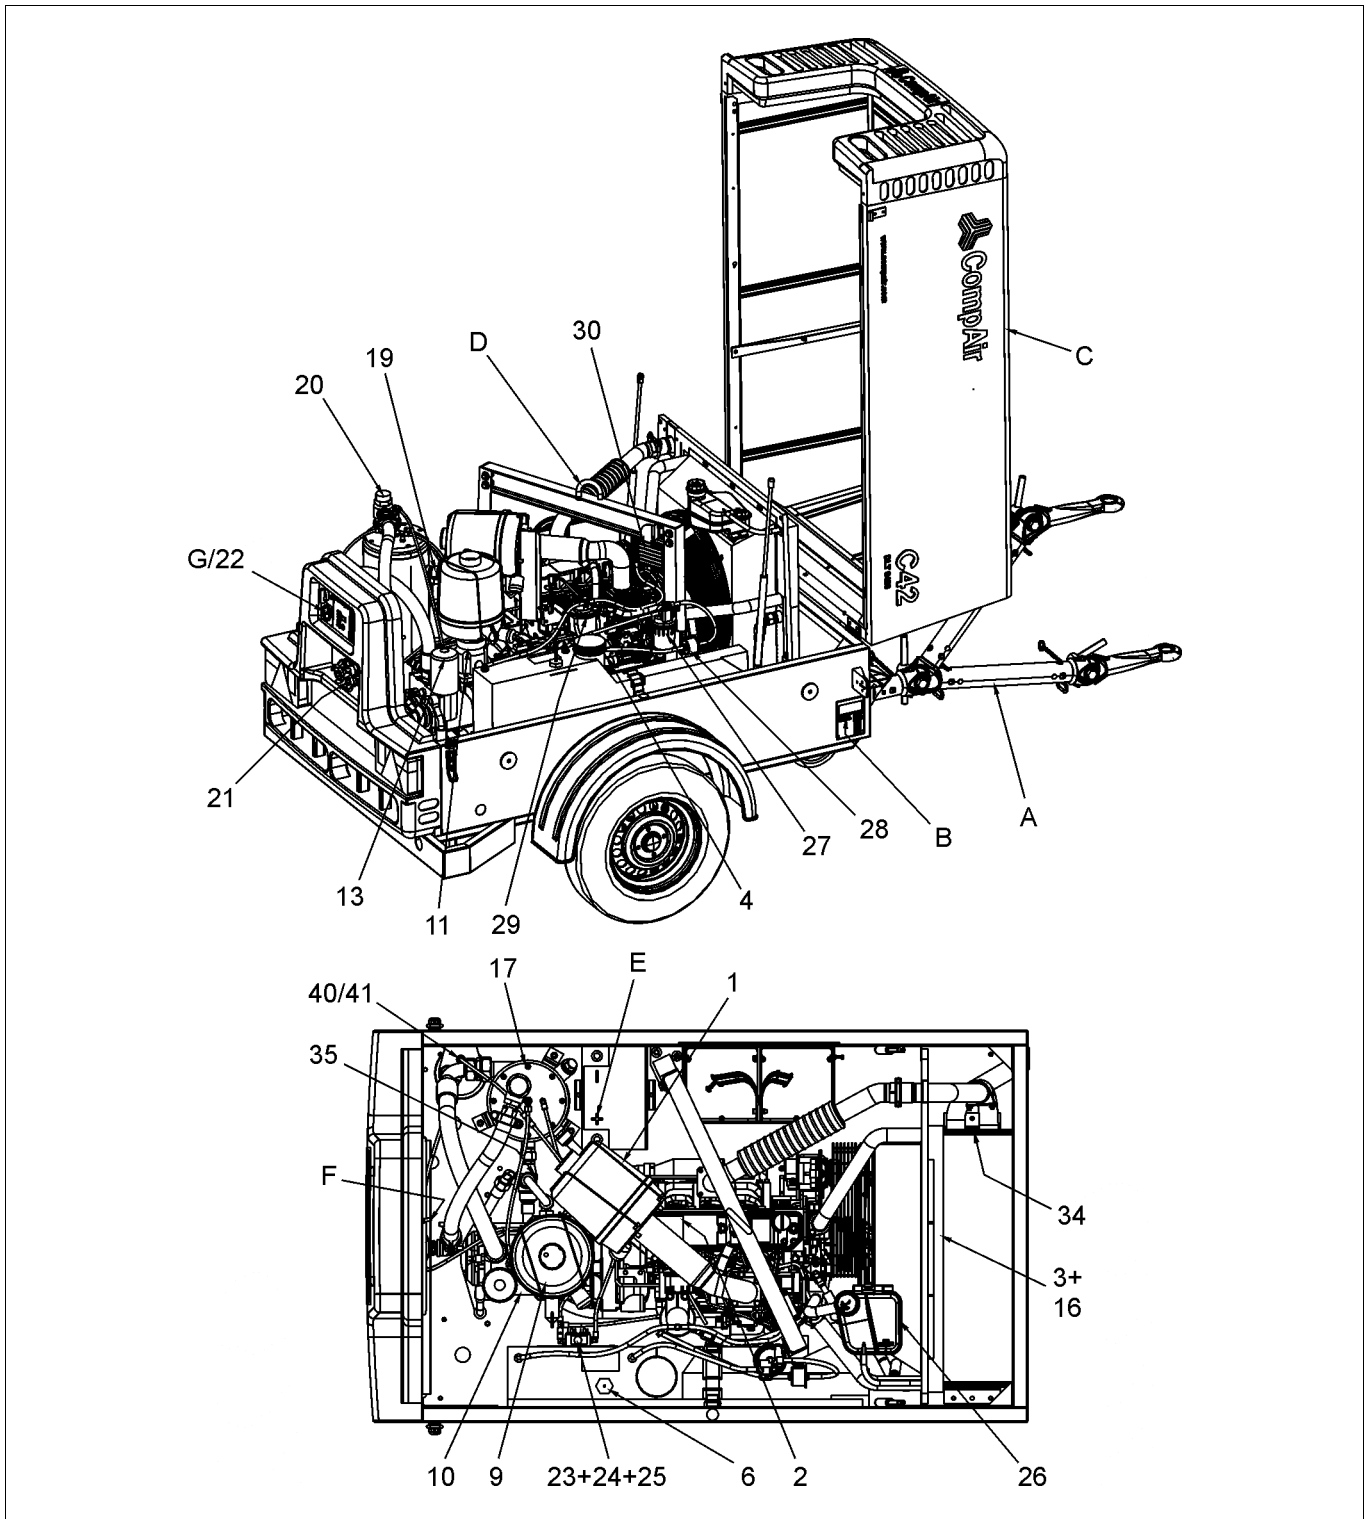
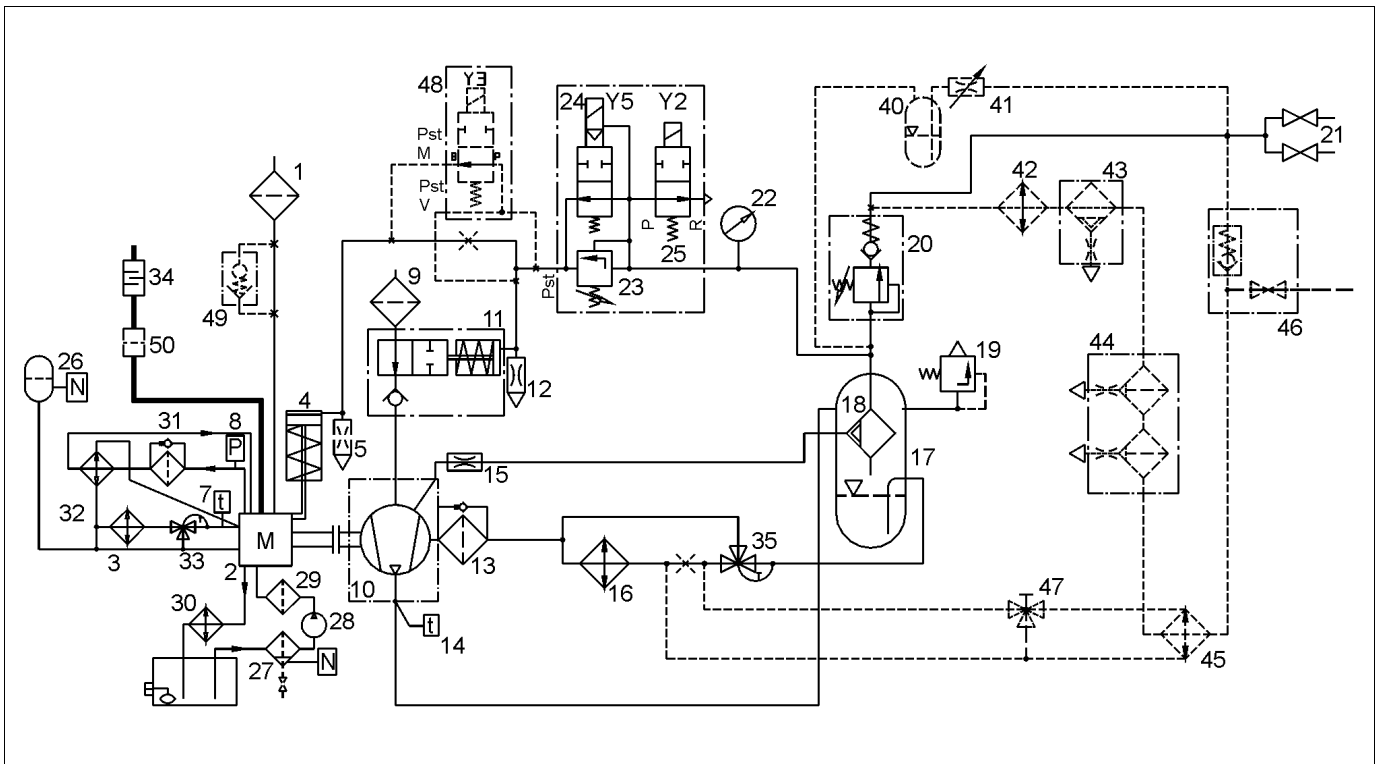

Bild 6
Bild 7
4.2 Funktionsweise (siehe Bild 6 und Bild 7)